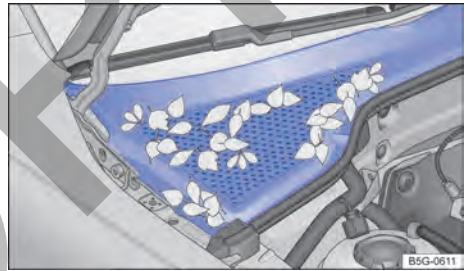

Fig. 241 Entre el compartimento del motor y el parabrisas: caja de agua (representación esquemática).
- La caja de aguas está ubicada en el compartimento del motor, entre el parabrisas y el motor, y bajo una cubierta perforada → fig. 241. El aire ambiente es aspirado de la caja de aguas al interior del vehículo por medio del sistema de calefacción y ventilación o del aire acondicionado.